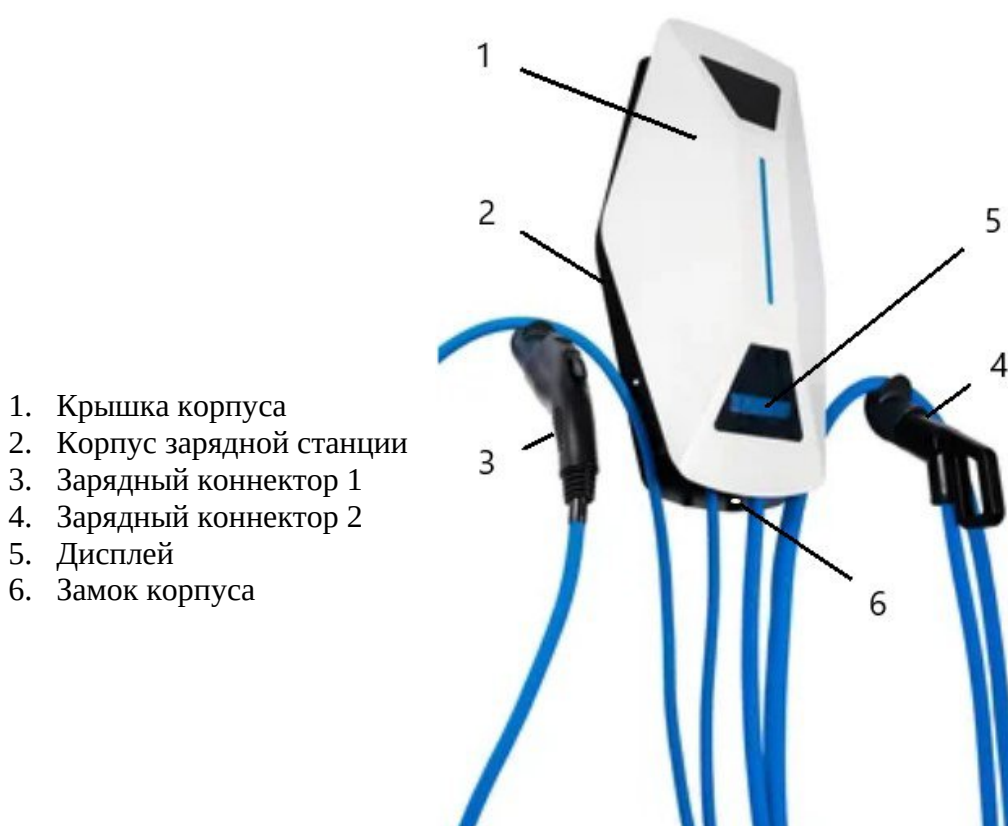

Рис.1 - Зарядная станция «UFO»
Контроль текущего состояния ЗС и параметров зарядной сессии производится удаленно через интернет-соединение и посредством отображения информации на дисплее (5, рис. 1)
Подключение ЗС настенного исполнения типа UFO производите посредством подключения вводного питающего кабеля на вводные клеммы фаз и нейтральную шину, расположенные на нижней DIN рейке внутри корпуса ЗС, (2, рис. 1) и болт заземления, расположенный в нижнем правом углу корпуса ЗС, (2, рис. 1).
- открыть замок (6, рис. 1)
- открыть крышку корпуса ЗС (1, рис.1)
Текущий режим работы ЗС отображается на дисплее (5. рис.1).